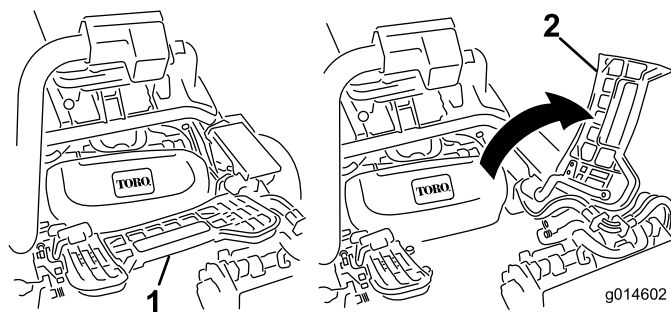

**Рисунок 31**
2. Поднимите и откиньте подножку, открывая доступ к центральному режущему блоку (Рисунок 31).